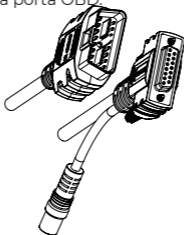

Figura 2.1.4
9. Cabo de diagnóstico com conector fêmea DB15 e porta OBD-II de 16 pinos. (Veja Figura 2.1.4)